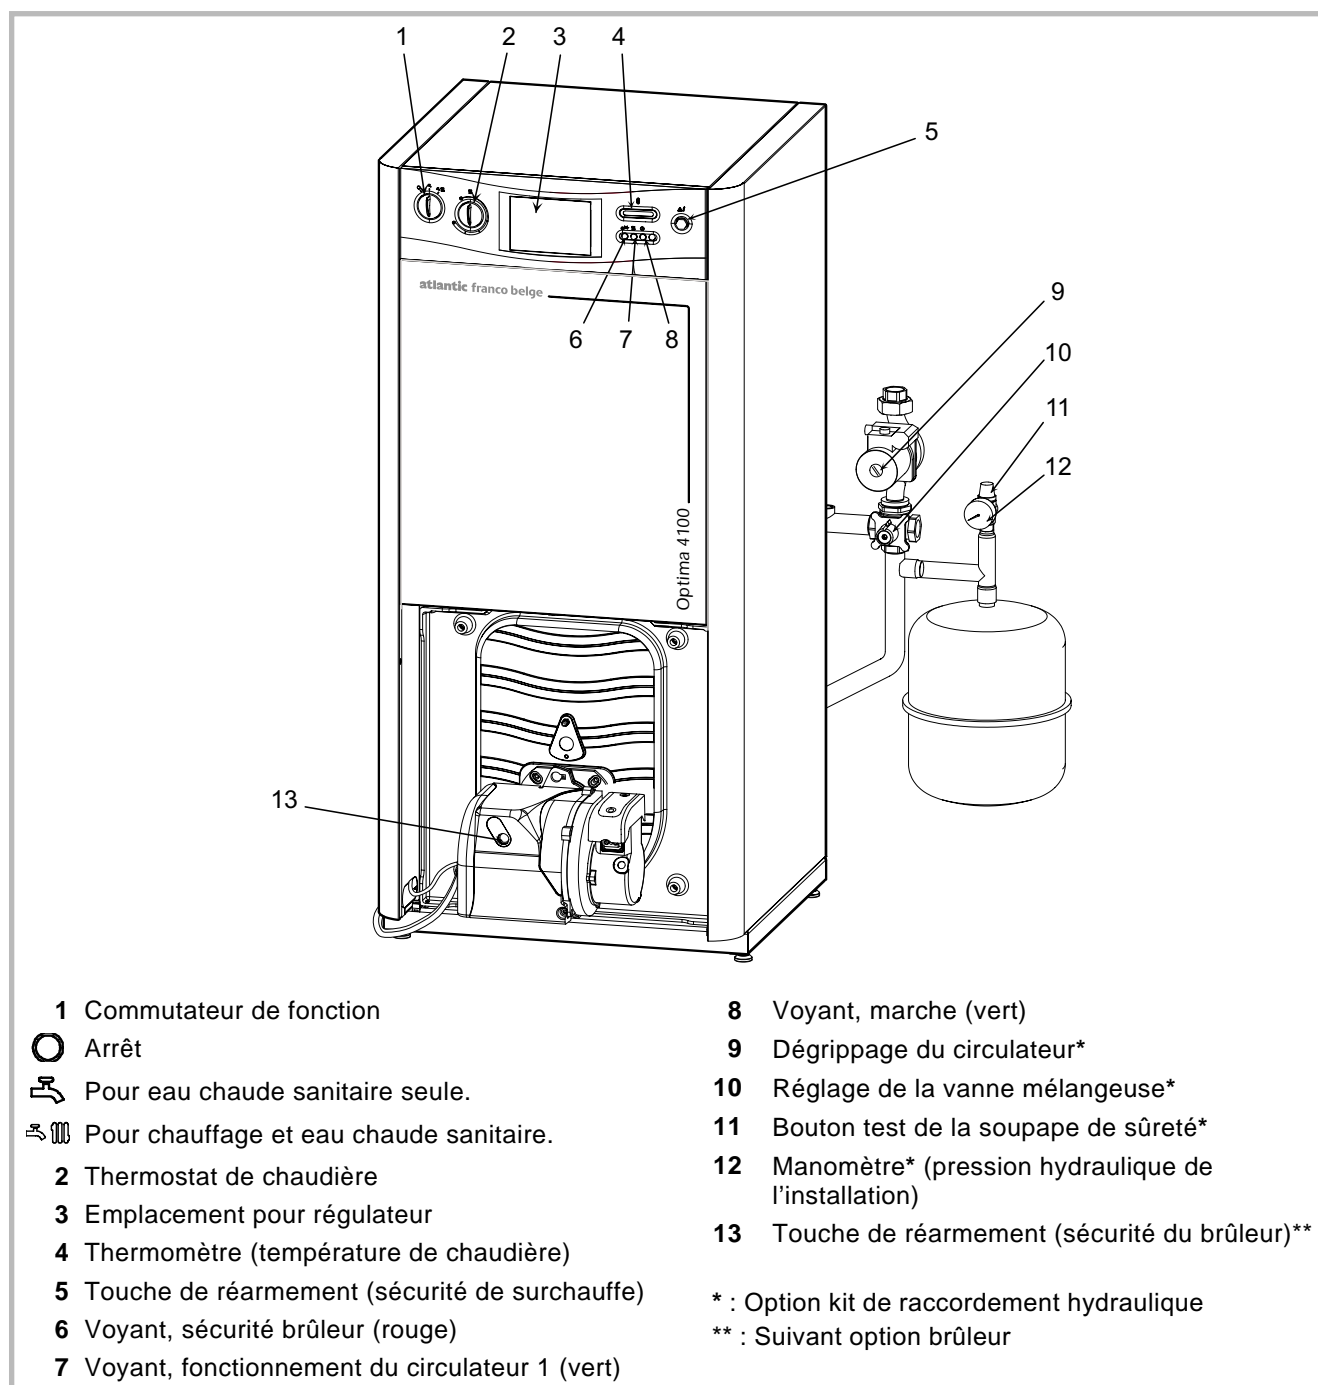

Figure 20 - Organes de commande et de contrôle
- Régler le thermostat de chaudière pour obtenir la température désirée de la chaudière (rep. 4, fig. 20), temps doux : 50 à 60 °C, temps froid : 60 à 70 °C, temps très froid : 70 à 85 °C.
Vérifier régulièrement la pression de l'eau dans le circuit chauffage (entre 1,5 et 2 bar) (rep. 12, fig. 20).
Lorsque le voyant (rep. 6, fig. 20) est allumé, le brûleur reste bloqué par son dispositif de sécurité, appuyer sur la touche (fig. 23) pour réarmer le brûleur.